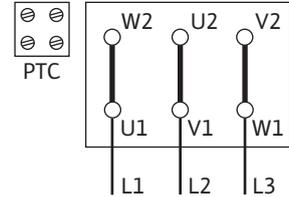

Fig. 14: الدائرة Δ
- وترتبط وصلة الكهرباء بقدرة المحرك P2، وجهد شبكة الكهرباء، وطريقة التشغيل. يمكن الاطلاع على دائرة التوصيل اللازمة لقنطرات التوصيل في صندوق الأطراف في الجدول التالي، وكذلك في Fig. 14 و 15 و 16.